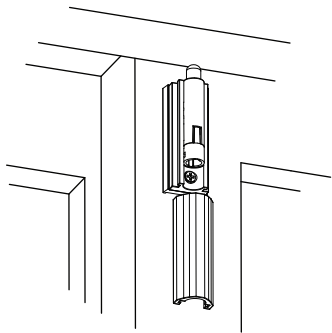

Fig 2.
1. Before installation, remove the pull-key and cover. Push the button while pulling the pull-key until it comes free. To remove cover, push down and slide it along the base towards the pull-key end. (Fig 2)
3. Place the pin body onto the base so that the location tab fits into one of the three position slots. (Fig 2) Select the position slot that gives the closest fit to the keeper without causing interference.
1. Avant l'installation, retirez la clé-tirette et le couvercle, Appuyez sur le bouton tout en tirant sur la clé-tirette jusqu'à ce qu'elle se libère. Pour enlever le couvercle, poussez-le le long de la base, vers l'extrémité de la clé de tirage. (Fig. 2)
3. Mettez la chambre de la cheville dans le support de manière à ce que l'onglet de positionnement entre dans l'une des trois fentes d'alignement. (Fig. 2) Choisissez la fente d'alignement qui se trouve le plus près de la gâche sans interférence.
1. Antes de la instalación, retire la llave de bloqueo y la cubierta. Presione el botón y tire de la llave de bloqueo hasta retirarla. Para retirar la cubierta, empújela hacia abajo y deslícela a lo largo de la base hacia el extremo de la llave de bloqueo. (Fig. 2)
3. Coloque la caja del pasador sobre la base de manera que la lengüeta de posición calce en una de las tres ranuras de posición. (Fig. 2) Seleccione la ranura de posición que proporcione el calce más cercano al dispositivo de cierre sin provocar interferencia.